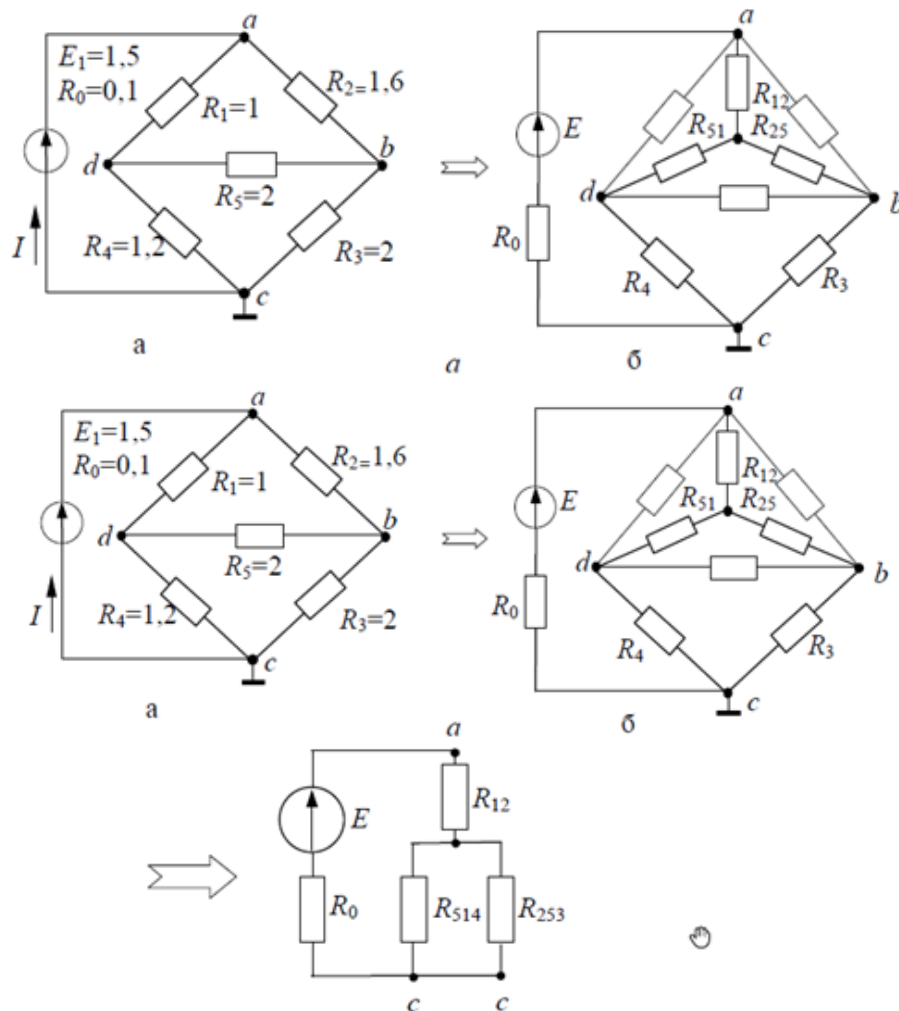

Рис.4.8
**ЗАДАЧА 4.9.** В схеме измерительного моста (рис.4.8) заданы параметры электрической цепи  $E$  [В],  $R_i$  [Ом] (см. таблицу 4.3). Определить ток  $I$ .